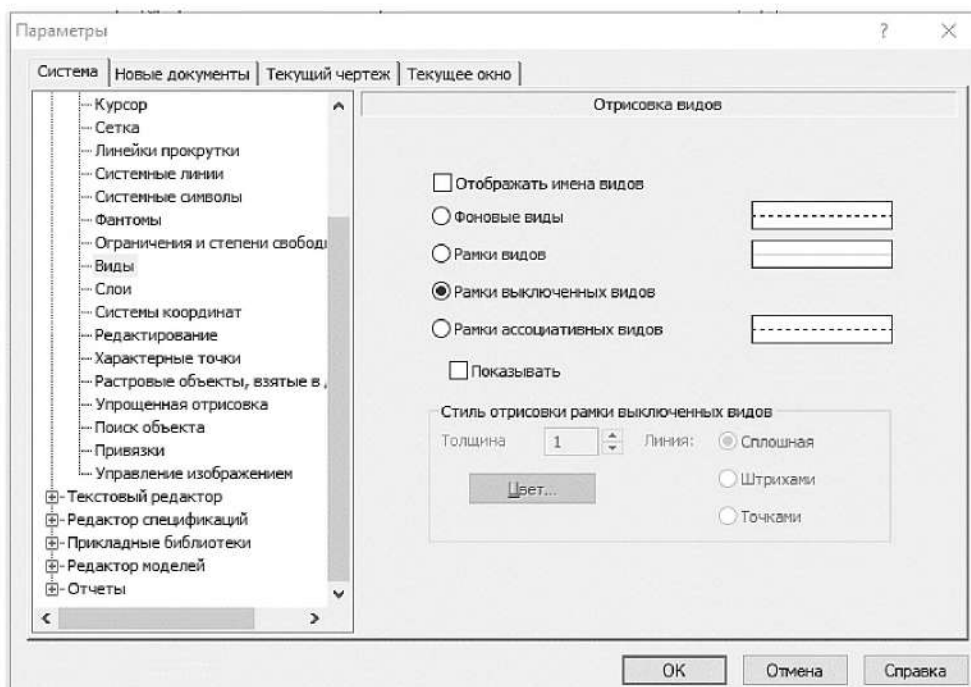

Рисунок 4.15. Отключение изображения рамки
1.4.9 Нажмите кнопку ОК (рисунок 4.15).